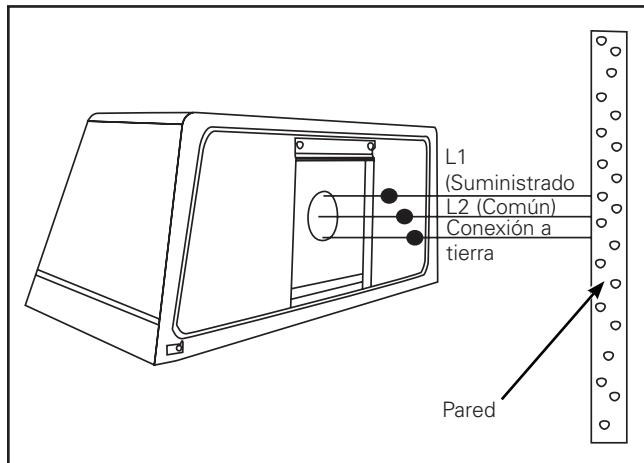

Figura 2.
Cableado (Figura 2.).
4. Complete las conexiones por diagrama (Figura 2.) y según los estándares NEC o Canadienses mediante los métodos y dispositivos aprobados.